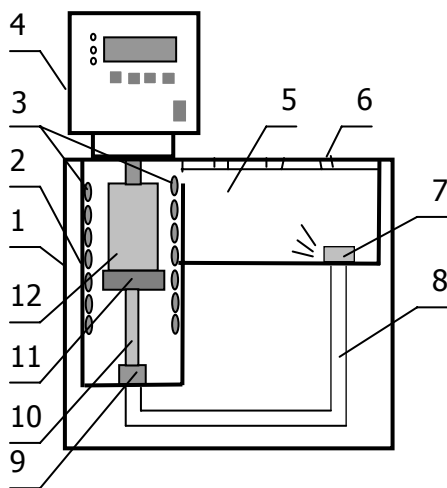
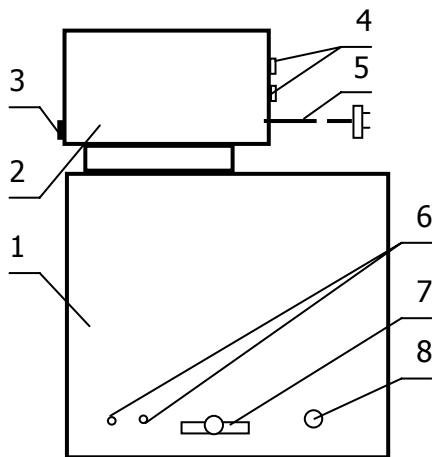
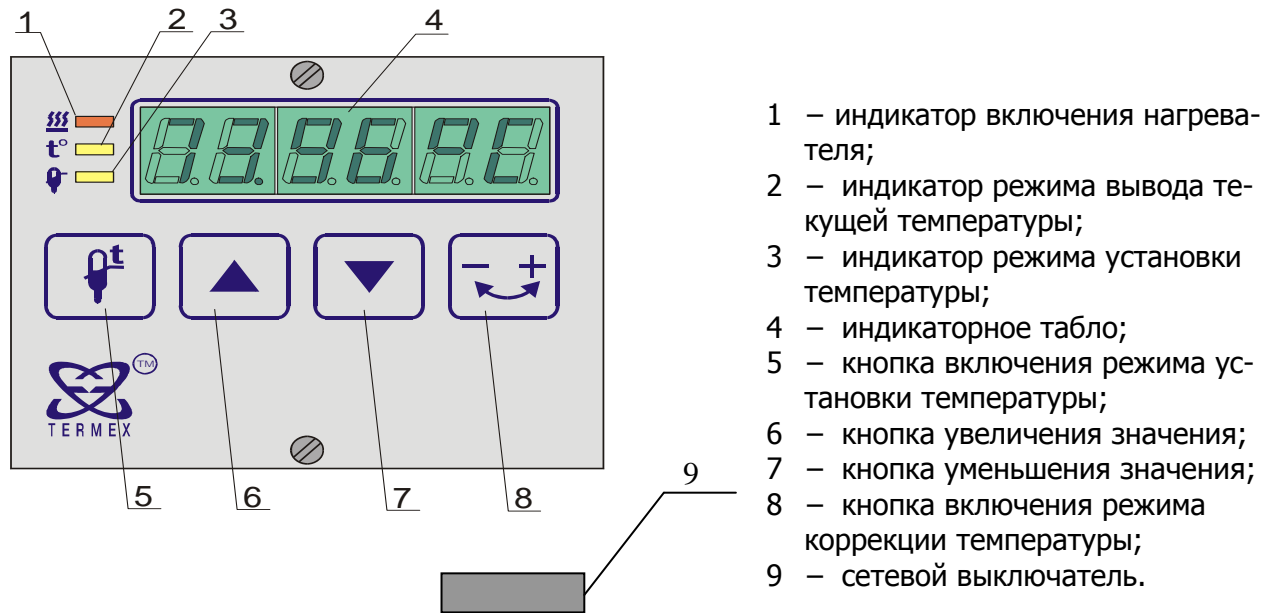

Рисунок 1
Рисунок 2
Рисунок 3
Термостат выполнен в настольном варианте. Конструкция термостата состоит из устройства терморегулирования, включающее в себя блок регулирования и индикации 4, центробежный насос 11 и резервуар 12, внутри которого помещены нагреватель и датчик температуры; основной 5 и рабочей 2 ванны; крышки рабочей ванны 6 с двенадцатью отверстиями для установки термосопротивлений (рисунок 1). Конструкция термостата объединена общим корпусом 1.
1.4.3 Принцип действия термостата основан на поддержании заданной температуры путем нагревания и охлаждения жидкого теплоносителя, циркулирующего в основной и рабочей ванне. Центробежный насос перекачивает жидкий теплоноситель из рабочей ванны 2 через выходной патрубок насоса 10, муфту 9, трубку 8 и выходную муфту 7 в основную ванну 5 (рисунок 1). Излишки теплоносителя из основной ванны переливаются в рабочую ванну через отверстие в ее верхней части. Благодаря этому происходит постоянный теплообмен между ваннами и поддержание заданной температуры. В рабочую ванну устанавливаются контрольный термометр сопротивления (в центре ванны) и поверяемые (калибруемые) термометры.
Подогрев теплоносителя осуществляется с помощью нагревателя, установленного в резервуаре 12, через который пропускается термостатирующая жидкость, а охлаждение – либо с помощью спирального трубчатого теплообменника 3 (рисунок 1), через который пропускается холодная водопроводная вода, либо благодаря теплообмену с окружающей средой (при температурах термостатирования более чем на 25 °С превышающих температуру окружающей среды). Поддержание заданной температуры осуществляется с помощью датчика температуры, расположенного внутри резервуара 12, и электронного регулятора, расположенного в блоке регулирования.
Текущее значение температуры индицируется с помощью цифрового табло, расположенного на передней панели блока регулирования и индикации 4 (рисунок 1). На рисунке 3 представлена передняя панель блока регулирования и индикации термостата.
2.2.1 Перед эксплуатацией термостата установить блок терморегулирования на крышку термостата. При установке блока регулирования сначала установить патрубок 10 в муфту 9, а затем блок регулирования резервуаром 12 насадить на верхний конец патрубка и утопить блок до упора (рисунок 1). Закрепить блок регулирования двумя штатными винтами. При этом сетевой выключатель 9 (рисунок 3) должен быть отключен. Установить термостат в вытяжной шкаф.
Подключить блок терморегулирования к сети питающего напряжения. Включить блок терморегулирования с помощью сетевого выключателя 9 (рисунок 3). При этом загорится подсветка сетевого выключателя и заработает циркуляционный насос. На индикаторном табло 4 (рисунок 3) появится текущее значение температуры в виде, например, «21.031», и термостат начнет выход на установленное ранее значение температуры (уставку). При включении насоса уровень жидкости в основной ванне понижается, поэтому следует доливать термостатирующую жидкость до момента начала слива жидкости из патрубка 8 (рисунок 2).
2.3.1 Для задания уставки (точки термостатирования) необходимо (см. рисунок 3):
При расхождении показаний контрольного термометра и цифрового табло необходимо провести коррекцию показаний табло. Для этого необходимо, после стабилизации показаний цифрового табло, установить в ванну контрольный термометр с погрешностью в пределах ± 0.01 °С и сравнить его показания с цифровым табло. В случае расхождения показаний более, чем на 0.01 °С, провести коррекцию показаний цифрового табло. Например, регулятор отработывает уставку «40.00 °С» и устойчиво показывает на табло значение температуры «40.00 °С», а контрольный термометр показывает «39.31 °С», тогда необходимо выполнить следующее (см. рисунок 3):